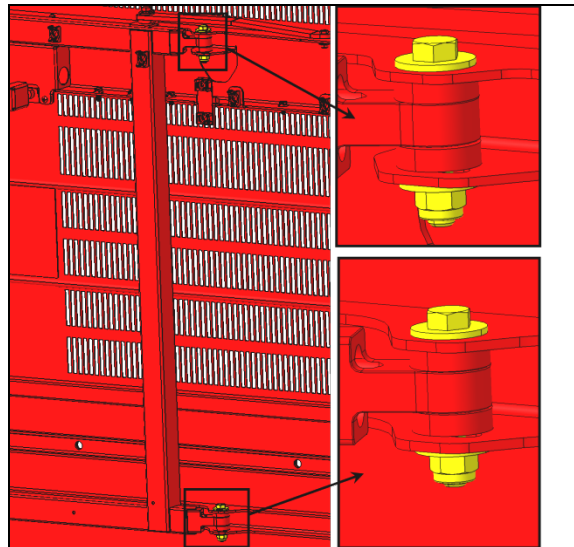

FIGURE 115:
- Le coin inférieur droit de la porte doit être à la même hauteur que le coin inférieur gauche de l'aile arrière. La porte devrait affleurer l'aile (Figure 115:).